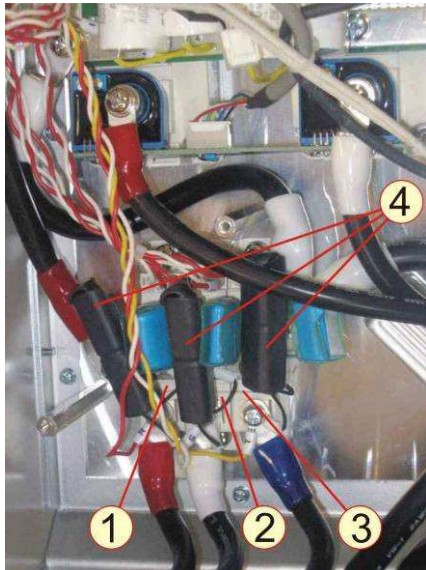

Рисунок 6.27
6.11.1 Поднять и установить вертикально RC- сборки 4, подключенные к контактам диодно-тиристорных модулей 1, 2, 3 (рисунок 6.27).